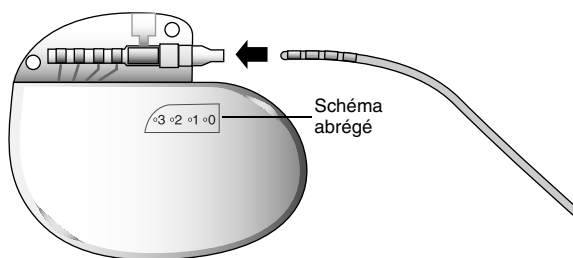

Figure 2. Insérer à fond l'électrode dans le bloc connecteur du neurostimulateur, Modèle 3058.
3. Confirmer que l'électrode comporte quatre plots conformément au schéma abrégé figurant sur le neurostimulateur (Figure 2).
4. Introduire l'électrode dans le bloc connecteur du neurostimulateur jusqu'à ce qu'elle soit complètement fixée (Figure 2).